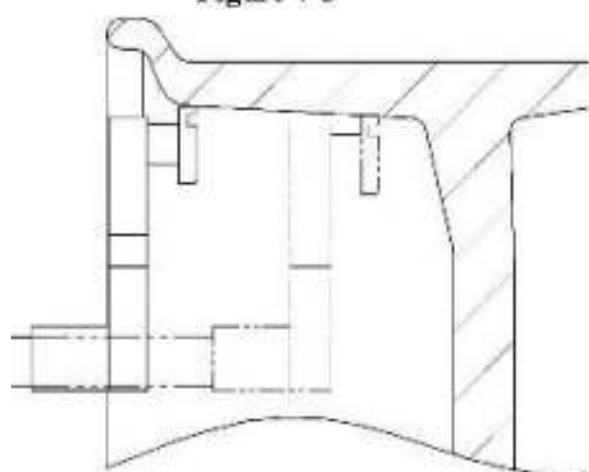

Figure 7-5
7.3.2 Введите внутренние параметры диска, как на рис. 7-5: Поверните линейку, как на рис. Автоматически параметры “A” и “D” будут внесены в компьютер, после удержания линейки в таком положении в течение 2 секунд (как показано на 7-5).